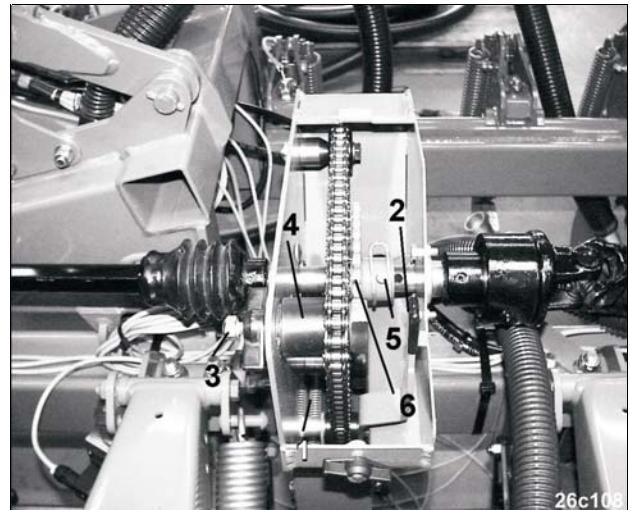

Рис. 115
- Снимите нагрузку с пружины растяжения (Рис. 115/1) при помощи рычага (Рис. 115/2).
- Открутите барашковую гайку (Рис. 115/3)
- Переместите натяжной ролик вдоль кулисы (Рис. 115/4).
- Извлеките фиксирующий палец с пружинной защелкой (Рис. 115/5).
- Переместите ступенчатое зубчатое колесо на ведущем валу (Рис. 115/6), а цепь накиньте на соответствующую звездочку.
- Вставьте фиксирующий палец с пружинной защелкой (Рис. 115/5) и зафиксируйте.
- Натяжной ролик (Рис. 115/4) приведите в исходное положение.
- Зафиксируйте барашковую гайку (Рис. 115/3).
- Пружину растяжения (Рис. 115/1) натяните снова при помощи рычага (Рис. 115/2).